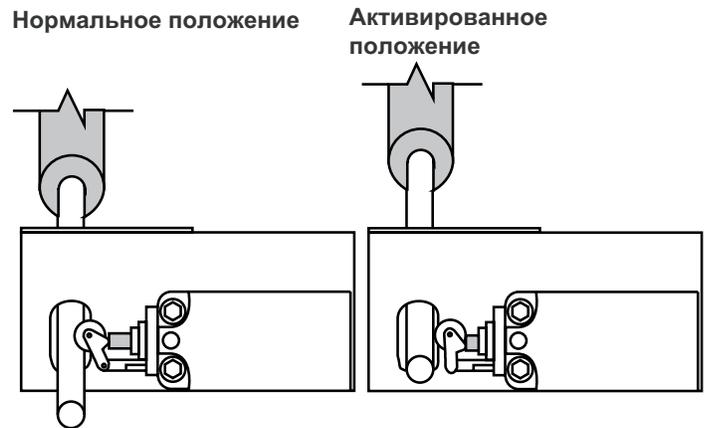

Рис. 15
12. Переключатель перекрытия: Проверьте сборочную часть переключателя перекрытия, чтобы убедиться в активации переключателя планкой переключателя при поднятии. Проводка переключателя предполагает нормально замкнутое состояние и вызовет отключение мотора при активации. См. рис. 15.